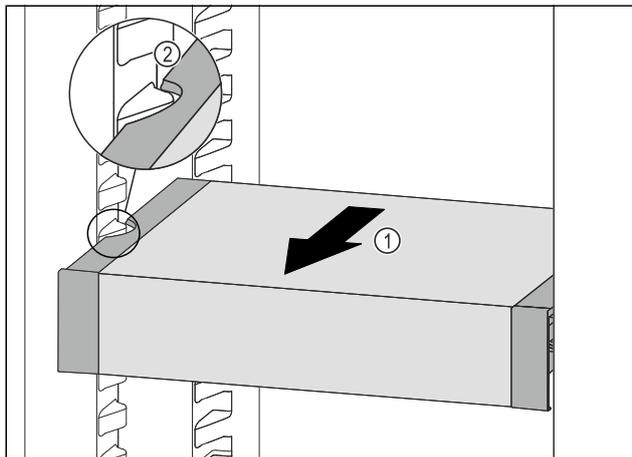

Fig. 105
- ▶ 向前拉动 VarioSafe Fig. 105 (1), 直至 VarioSafe 的侧部凹槽与冷藏区中的容器肋梁持平。 Fig. 105 (2)